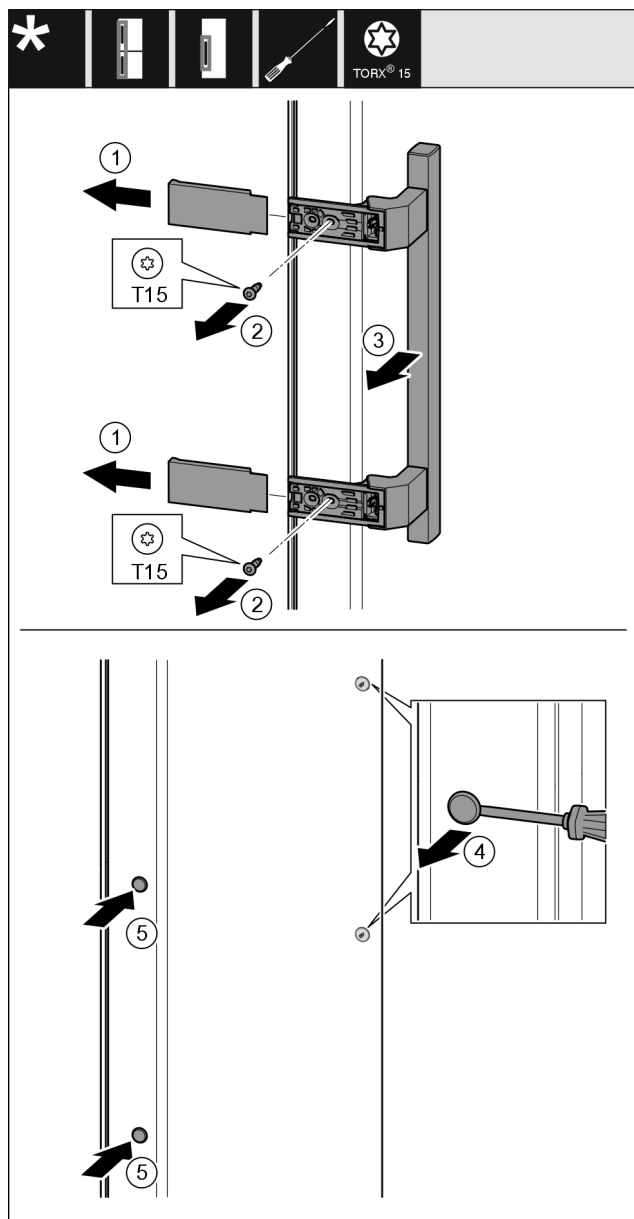

Fig. 25
- Snemite pokrov Fig. 25 (1).
- Izvijte vijake Fig. 25 (2) z izvijačem.
- Snemite ročaj Fig. 25 (3).
- Previdno dvignite stranski čep Fig. 25 (4) s ploščatim izvijačem in ga izvlecite.
- Vstavite čep Fig. 25 (5) nazaj na drugi strani.